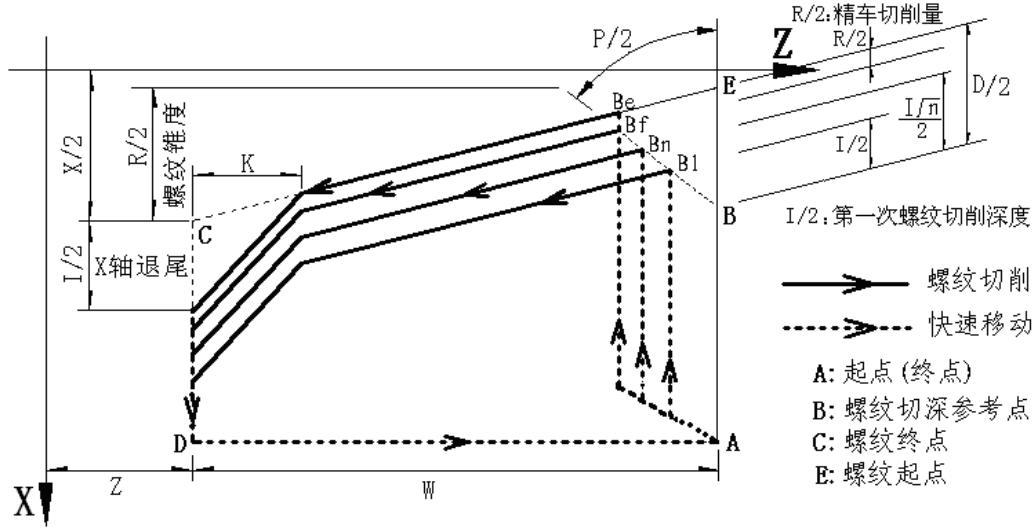

图 4-16-17
**【指令①说明】**
- 1) 系统执行该指令时，会自动将P、L、R、Q四个字段的数值装入各自对应的参数中，因为在执行指令②时要用到这几个参数项。
- 2) 执行该指令时，D、I被记忆到系统内部，在执行G76②时会用到。
- 3) 程序中必须先执行一条G76 ①，才能执行一条或多条G76; ②，否则会由于缺少必要的信息而报警。
- 4) P、L、R、Q可以全部省略，当省略时，执行G76②将按参数P336、P337、P338、P339设定值运行；但D、I不能省略。
**相关定义：**(如图4-16-17所示)